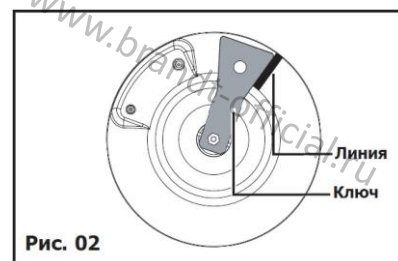

Рис. 02
- проведите карандашом линию в указанном месте (рис. 02);